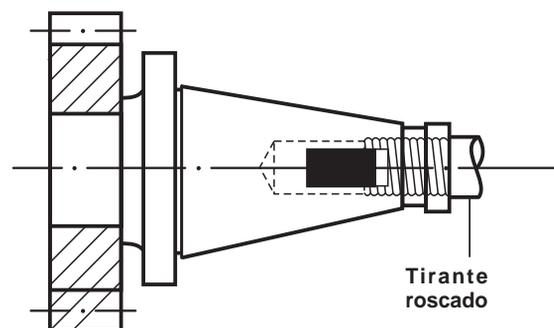

Fig. 2
- c) Sujete el eje intermedio, e introduzca en el cono interior del husillo y ajuste con el tirante roscado. (Fig. 2).